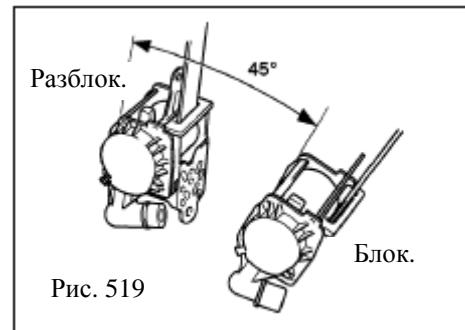

Рис. 519
4. Проверка перед установкой ремня безопасности: проверьте угол ELR при блокировке ELR. Проверьте, чтобы ремень безопасности не блокировался при любом воздействии под углом 15°. Если медленно сместить его до угла 45° - ремень безопасности должен заблокироваться (рис. 519).